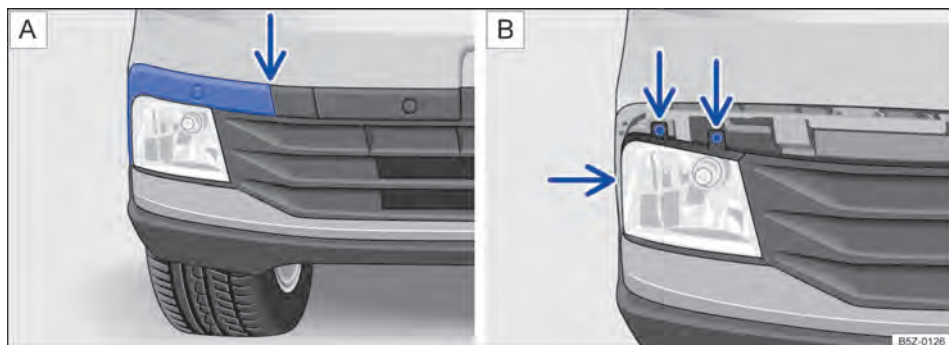

Fig. 152 No para-choque dianteiro: **A** desinstalar a moldura do farol de neblina e **B** retirar os parafusos do farol de neblina.
Desencaixar a moldura, cuidadosamente → , primeiramente pelo local indicado pela seta → Fig. 152 A. Remover completamente para acessar os parafusos do farol de neblina.
4. Retirar os parafusos indicados pelas setas → Fig. 152 B.
14. Recolocar os parafusos indicados pelas setas → Fig. 152 **B** para fixar o farol de neblina.
15. Recolocar a moldura da esquerda para a direita → Fig. 152 **A**.